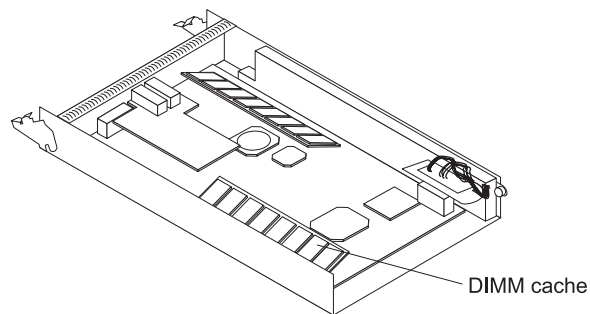

Figura 39. Removendo o DIMM Cache do RAID
- a. Abra a presilha de retenção em cada extremidade do conector DIMM cache do RAID. A Figura 39 mostra o DIMM cache que será substituído.
- a. Abra a presilha de retenção em cada extremidade do conector do DIMM cache. A Figura 39 na página 57 mostra o DIMM cache que será removido.